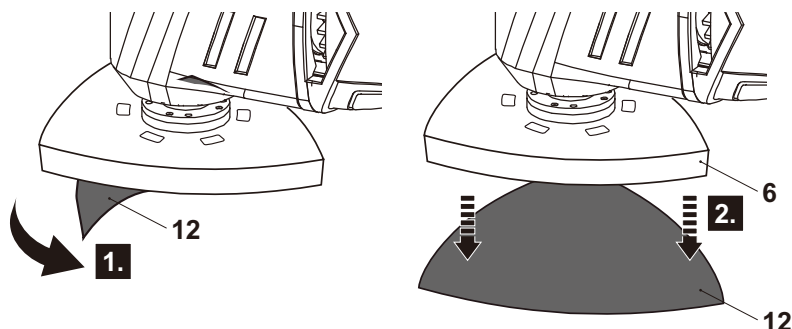

Fig. 4
- > Segure a extremidade da folha de lixa (12) e puxe-a para fora para retirar a folha de lixa da placa base (6) (Fig. 4).